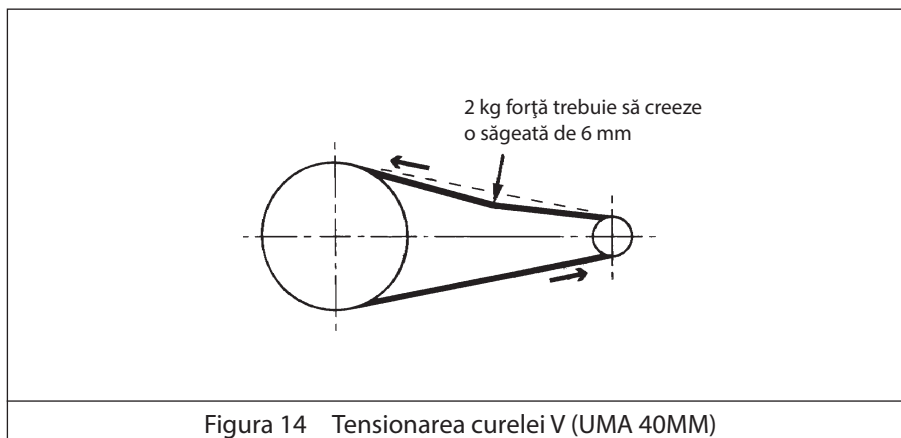

Figura 14 Tensionarea curei V (UMA 40MM)
- 17 Tensionarea curelei de antrenare așa cum este arătată în Figura 14.
Curea de antrenare Polyvee a fost pre-întinsă și tensionată în timpul ansamblării dar va necesita verificarea tensionării corecte după prima zi de operare, după ce se așează complet în șanțurile sale. Tensiunea trebuie să fie cea arătată în Figura 14 și este reglabilă prin slăbirea (nu prin demontarea) celor patru șuruburi ce fixează motorul. Orificiile gen fantă din placa de bază a motorului permit efectuarea reglajelor necesare.